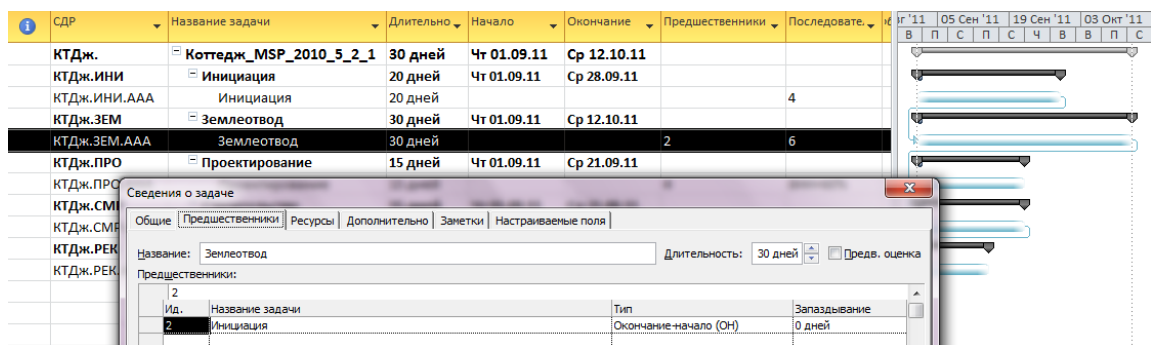

Рисунок 5.12 Определение связей в окне «Сведениях о задаче»
- e. Выбрать тип связи и запаздывание (при необходимости), Рисунок 5.12.